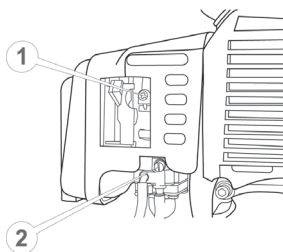

Рисунок 18. Схема розташування гвинтів регулювання карбюратора.
2. Налаштувати карбюратор, використовуючи регулювальні гвинти подачі палива (2, рис. 18) та холостого ходу (1, рис. 18) у напрямку руху годинникової стрілки до упору. Не докладати зусиль під час обертання гвинтів.